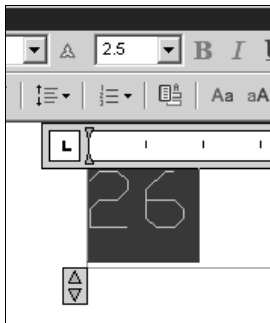

Рис. 13.15. Редактор многострочного текста после вызова опции **Mtext**
4. Введите опцию **Mtext** (Мтекст) и нажмите клавишу <Enter>. Появится редактор многострочного текста (рис. 13.15), в текстовом окне которого будет выведено измеренное программой значение размера.